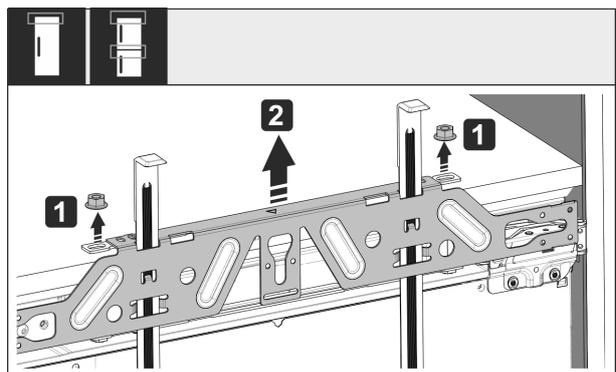

Fig. 54
- ▶ Ослабте контррайки Fig. 54 (1).
- ▶ Зніміть кріпильну поперечку Fig. 54 (2).